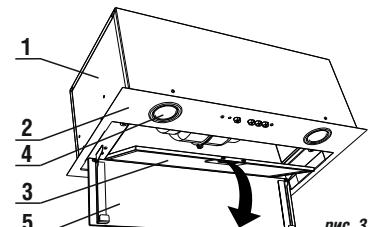

рис. 3
- и затем потяните его вниз (рис. 3).
- снимите алюминиевый фильтр (рис. 3);
8.3 Для очистки алюминиевого фильтра извлеките его из вытяжки (рис. 3) и произведите его очистку с помощью щетки горячим водным раствором моющего средства вручную или в посудомоечной машине при (60°C). Страйтесь не сгибать фильтры при мойке. Возможное изменение цвета фильтра, с течением времени, не приводит к снижению эффективности его действия. Сильно загрязненный фильтр не следует мыть в посудомоечной машине.